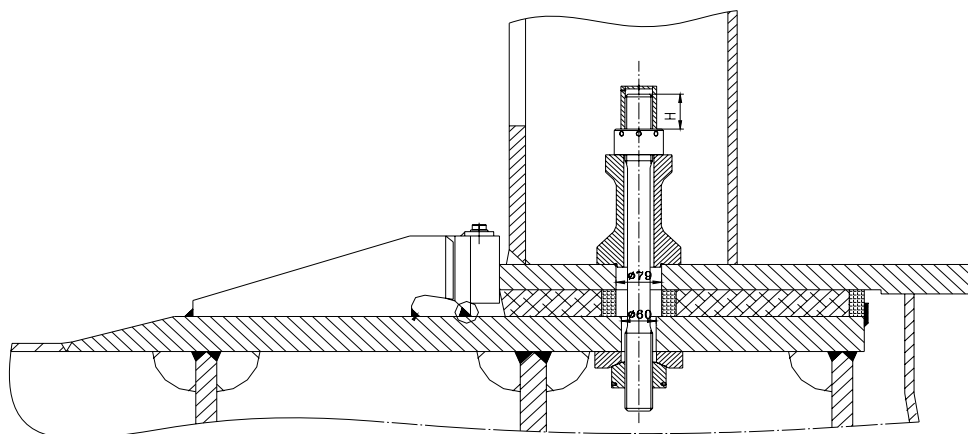

图 1 底脚螺栓安装
- 5.4.3.2 将底脚螺栓涂上二硫化钼，并用液压拉伸器，将底脚螺栓按图 1 中所示顺序予紧紧固，紧固分两次进行，第一次 20MPa，第二次紧固时，将底脚螺栓予紧拉到额定工作油压：90MPa。